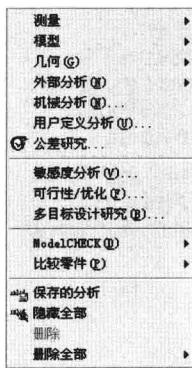

图 1-8
- “分析”下拉菜单：该下拉菜单包括对所建立的草图、工程图和 3D 模型等进行工程分析的命令。用于设计、分析模型，如模型的表面、曲线等，如图 1-8 所示。